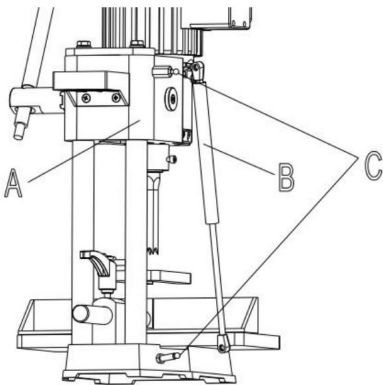

Afbeelding 3
2. Beitelmachinekop (E) Afbeelding 3 omhoog brengen door de hendel te draaien